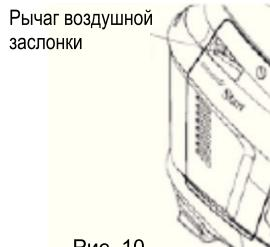

Рис. 10
3. Переведите рычаг воздушной заслонки в положение «Закрыто» (рис.10).